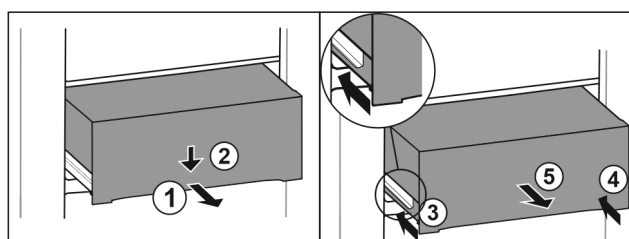

Fig. 111
- Schubfach halb herausziehen. Fig. 111 (1)
- Schubfach an der Vorderseite nach unten drücken. Fig. 111 (2)
- Linke Schiene etwa 2 cm einschieben. Fig. 111 (3)
- Rechte Schiene etwa 2 cm einschieben. Fig. 111 (4)
- Schubfach nach vorne entnehmen. Fig. 111 (5)